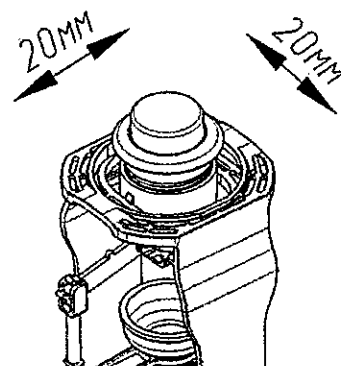

Рис.3 Кнопочный узел
2.2 Регулируемое положение кнопки по окружности (рис. 3) в пределах 10 мм от оси.